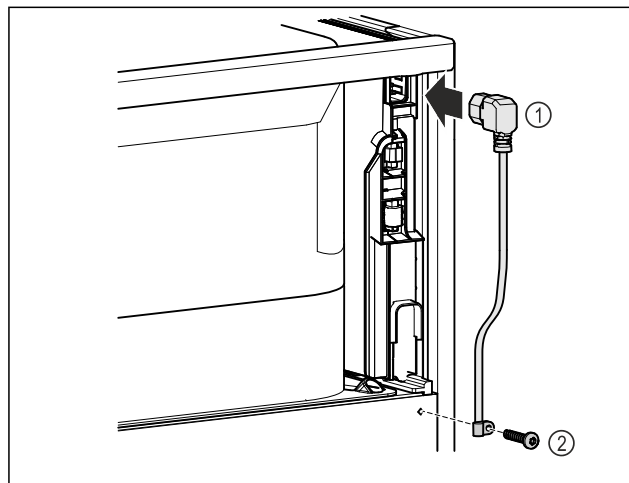

Fig. 13
- Включете буксата за свързване на уреди с ниска мощност на захранващия кабел Fig. 13 (1) от задната страна на уреда.
- Монтирате кабелната муфа. Fig. 13 (2)